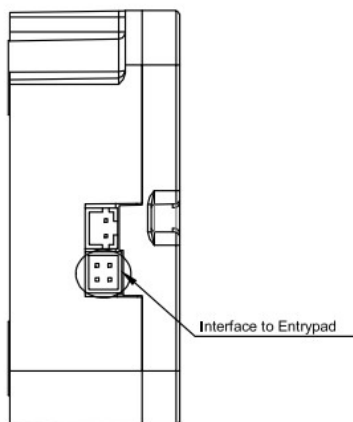
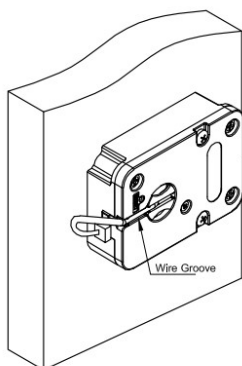

Fig. 9
Fig. 11
5. Legen Sie das Kabel wie gezeigt in die Nut. (Abb.11)
6. Stecken Sie den Stecker des Verbindungskabels in die vierpolige Buchse des Schlosses. Vergewissern Sie sich, dass der Stecker fest sitzt. (Abb. 9 & Abb. 11)